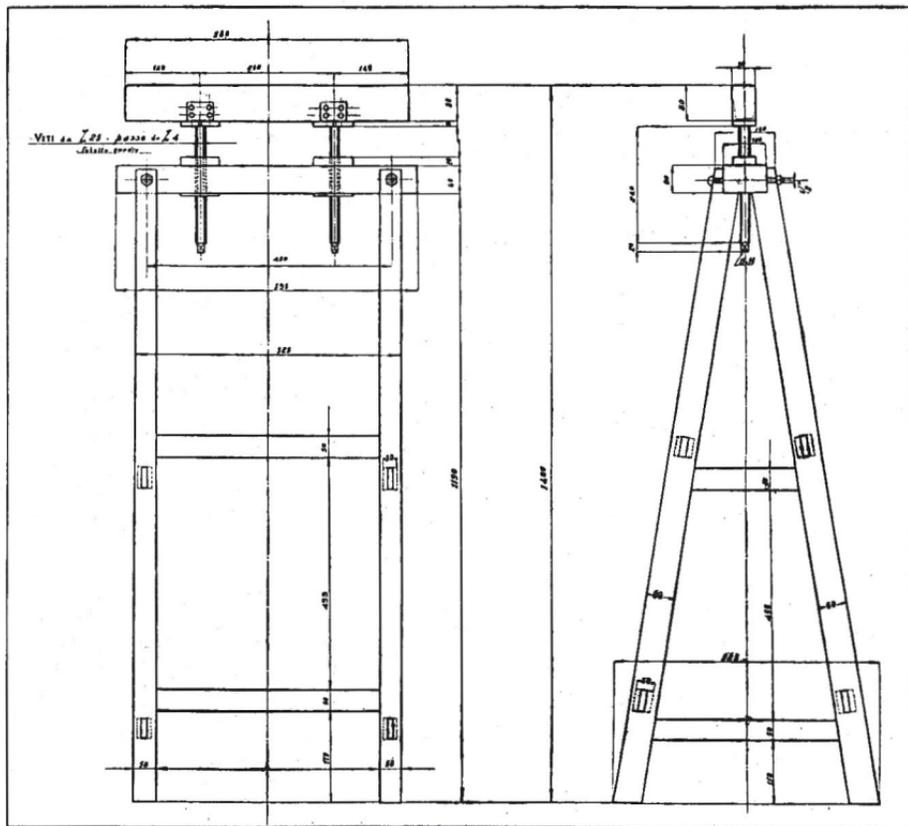

FIG. 19 - CAVALLETTO (B)
- b) N° 1 cavalletto regolabile in altezza da porre sotto la coda della fusoliera in corrispondenza del montante estremo (fig. 19).